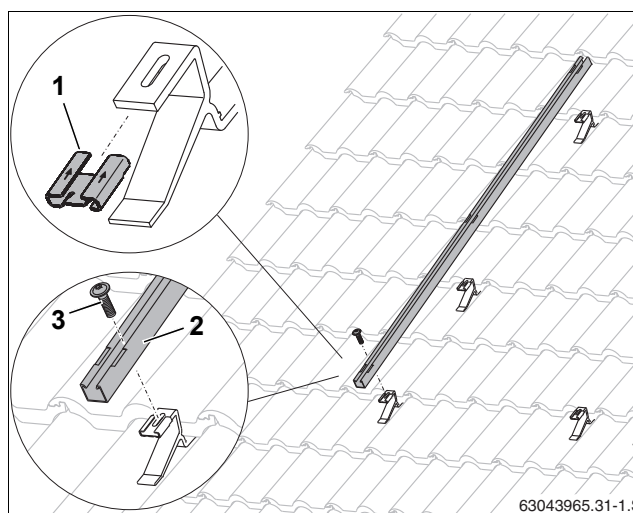

Рис. 29 Крепление профиля для повышенной снеговой нагрузки
- Наденьте сдвижную гайку (рис. 29, [1]) по направлению, указанному стрелкой, на кровельный крюк.
- Уложите профиль (рис. 29, [2]) на кровельный крюк и закрепите винтом М8 (рис. 29, [3]).